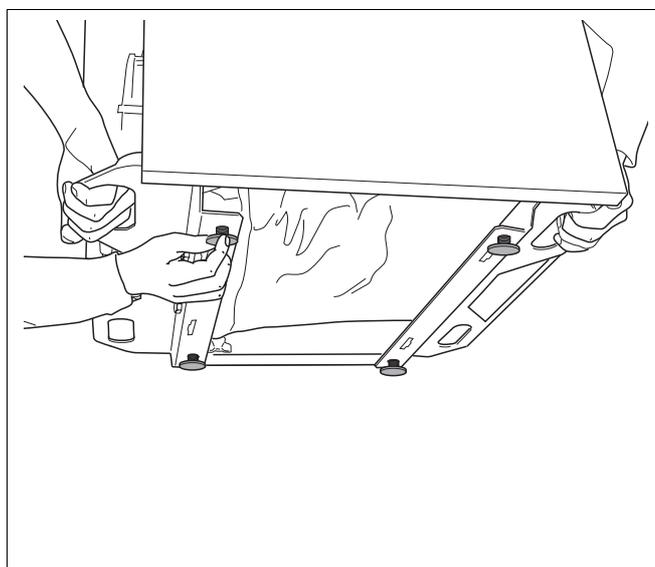

Fig. 19 Montare i piedini regolabili a vite senza l'ausilio carrello per il trasporto della caldaia
- Avvitare i piedini regolabili a vite 5 - 10 mm nei fori filettati della traversa (cfr. fig. 19)
- Ribaltare la caldaia di lato o all'indietro, in modo che una seconda persona possa avvitare i piedini regolabili a vite (fig. 19).